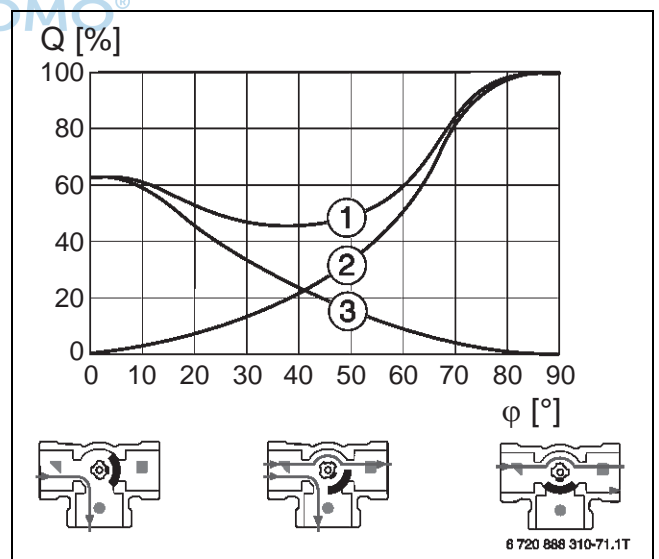

Bild 234 Mischerkennlinie
- [11] Mischerkennlinie 1/Mischerkennlinie 2 (→ Bild 234); DN 25
- [12] Mischerkennlinie 3 (→ Bild 234); DN 20